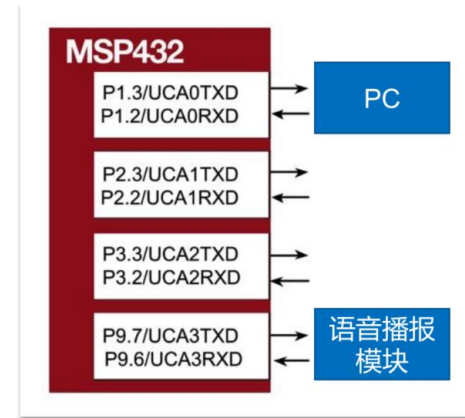

图 1. 语音播报模块引脚连接
语音播报模块是一款高集成的语音合成模块，可实现中文、英文、数字的语音合成；并且支持命令词或提示音的定制需求。本模块控制简单，本实验将 V1.1 转接板安装在机器人上面，然后将语音播报模块安装在 V1.1 转接板的⑨号位置，连接 MSP432 Launchpad 的 P9.6 和 P9.7 引脚，使用 UART3 通信。引脚连接如下图 1 所示：